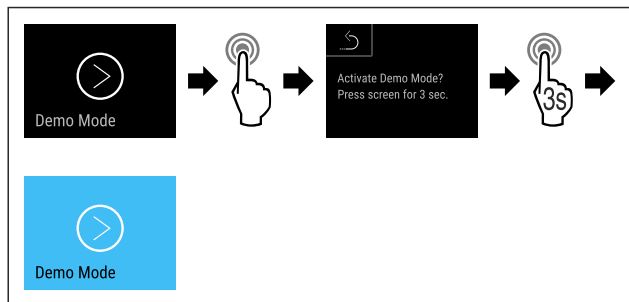

Fig. 159
- ▶ Stappen (zie Fig. 159) uitvoeren.